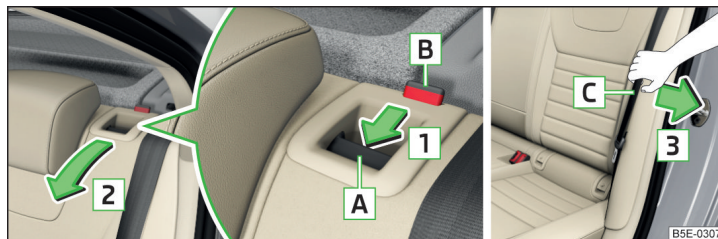

Fig. 79 Deblocarea și rabatarea înainte a spătarului / tragerea centurii în spre capitonajul lateral
- Apăsați mânerul de deblocare **A** - în sensul săgeții -1» fig. 79.
- Apăsați simultan mânerul de deblocare **A** de pe ambele părți ale spătarului scaunului, în sensul săgeții **1** » fig. 79.
- Trageți centura de siguranță spate exterioară **C** înspre capitonajul lateral, în sensul săgeții **3** » fig. 79.
- Trageți centurile de siguranță exterioare spate **C** înspre capitonajul lateral, în sensul săgeții **3** » fig. 79.